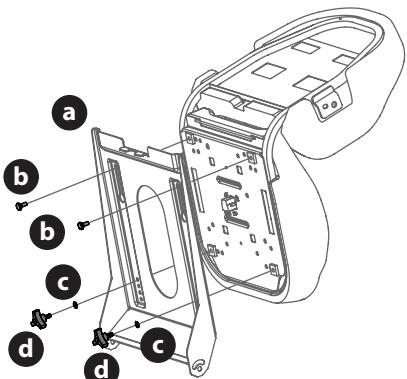

Figure 4
2. Installez le siège sur le plateau du siège (a) à l'aide du matériel fourni (Figure 4).
- a. Pour le bouton d'ajustement du siège : insérez les boulons (b) dans les trous arrière et la rondelle de blocage (c) et les boutons (d) dans les trous avant. Serrez solidement (Figure 4).